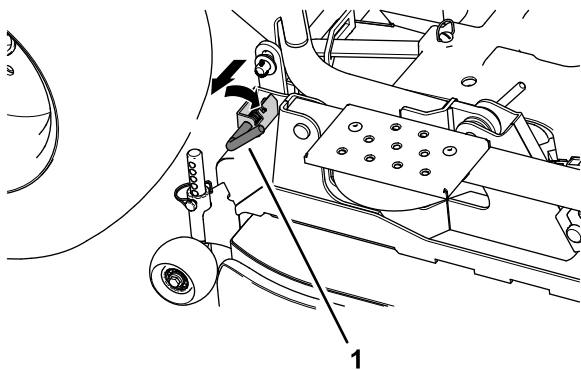

Figura 113
3. Înainte de a coborî puntea, tragei i rotii bolurile de articulaie din spate din ambele părți ale punii mainii de tuns iarba (Figura 113).
13. Rotii bolarul de articulație spate pentru a cupla articulațiile de ridicare spate ale punii mainii de tuns iarba; consultați Figura 113 din Demontarea punii mainii de tuns iarba \(Pagină 75\).